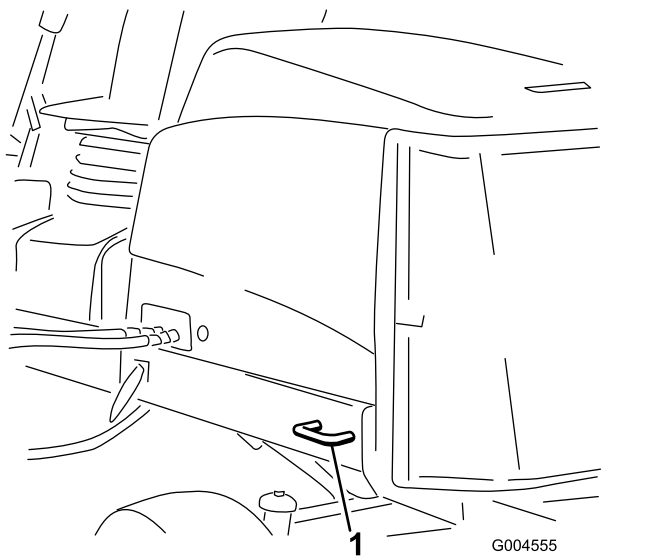

Figure 24
- **Arrière de la machine** – chaque côté de la machine sur le cadre arrière (Figure 24)